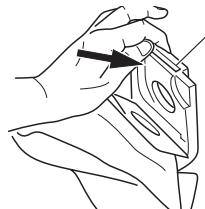

Abb. 19
- Drücken Sie den Halte-Clip (Abb. 19/1) nach hinten, um den Staubbeutel zu entnehmen.